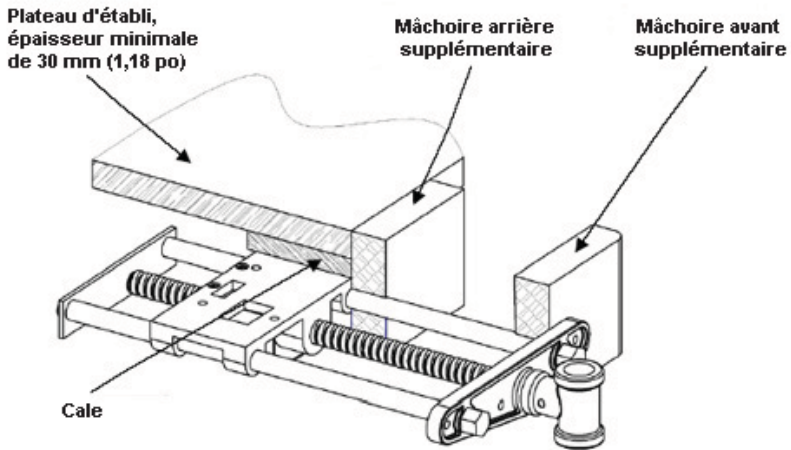

Figure 2a : Presse et mâchoire arrière supplémentaire sur un établi
La presse se fixe au-dessous du plateau d'établi. Elle doit affleurer le rebord extérieur. La position exacte est choisie selon la forme de l'établi et les dimensions de la presse HVQ. Nous recommandons de placer la presse HVQ dans l'un des coins de l'établi. Il faut tenir compte du mouvement des tiges-guides (6) et de la traverse (8), en particulier aux extrémités de la presse. Trois manières courantes de poser la presse HVQ sont illustrées aux **figures 2a, 2b et 2c**.